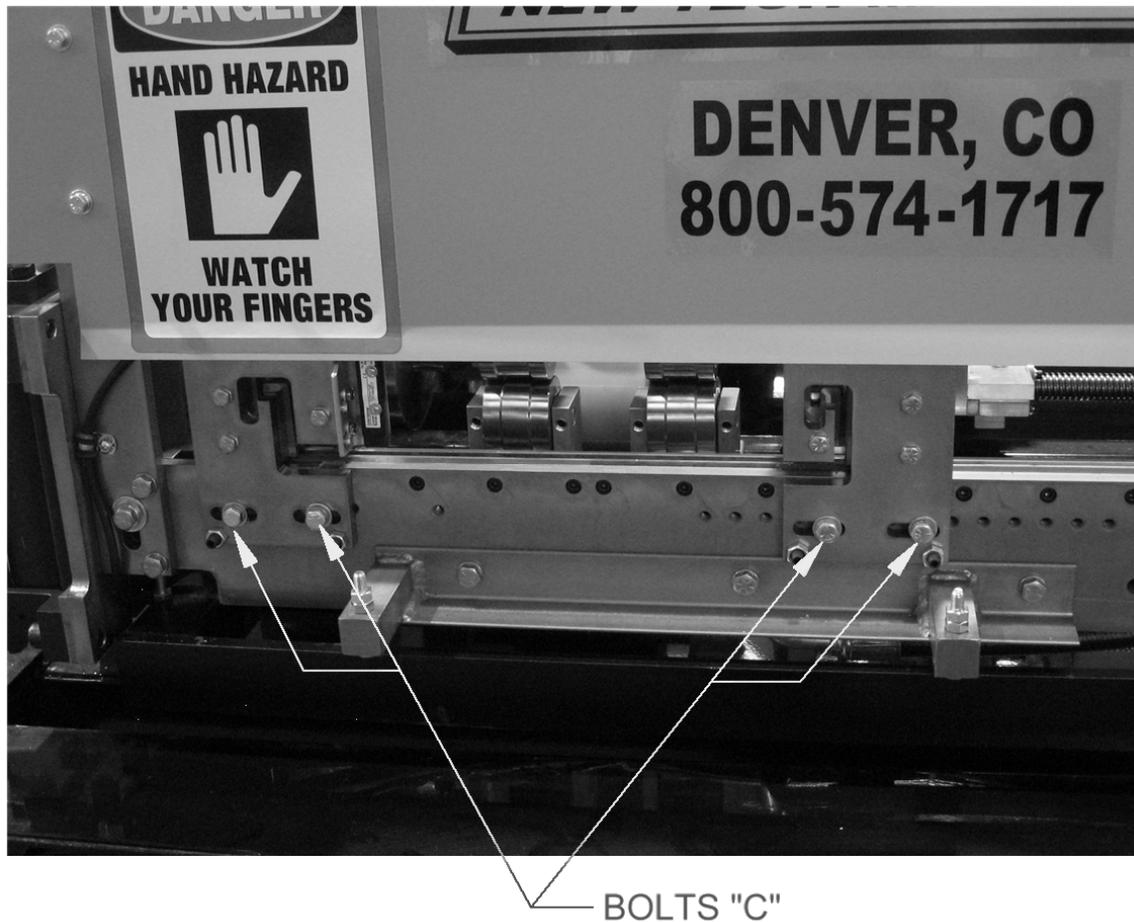

Ilustración 60: Removiendo los Tornillos de la Cizalla
20. Retire los dos tornillos “C” en los ensambles de moldes de cizallas de salida macho y hembra localizados en los orificios en el eje inferior del mango (Ilustración 60). Guarde los moldes de cizallas del perfil recién removido y ponga los tornillos a un lado para uso futuro una vez que instale los nuevos moldes de cizallas.